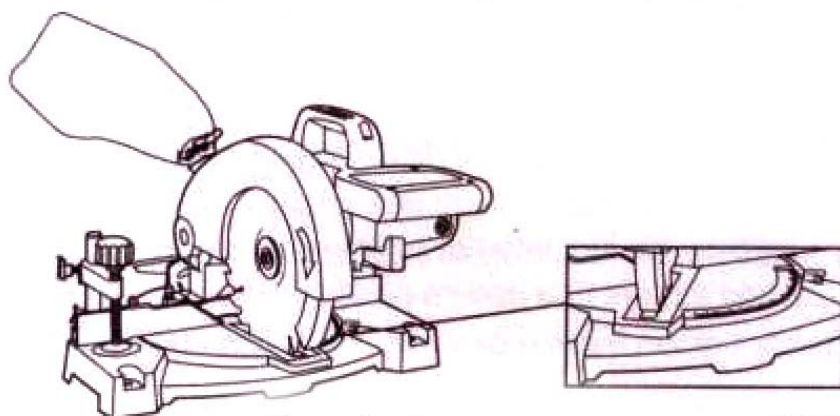
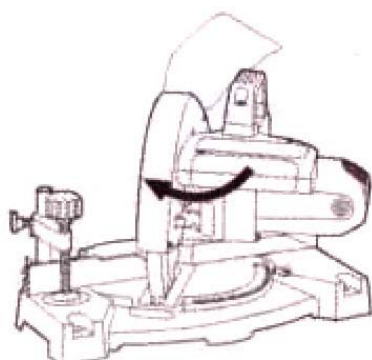
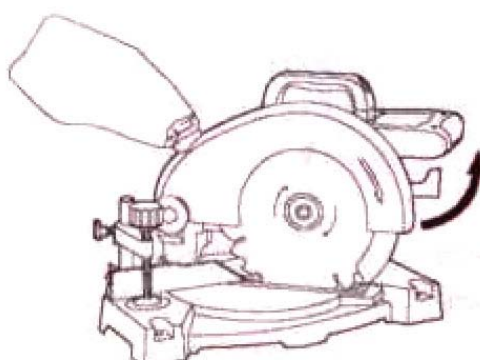

Рис. 6. Стартовая позиция (40°)
Рис. 7. Поворот налево
Рис. 8. Поворот направо
2. Поверните пильное устройство влево (рис. 7) или вправо (рис. 8) в нужное положение. Вы можете увидеть угол резания на шкале (10) (рис. 6).